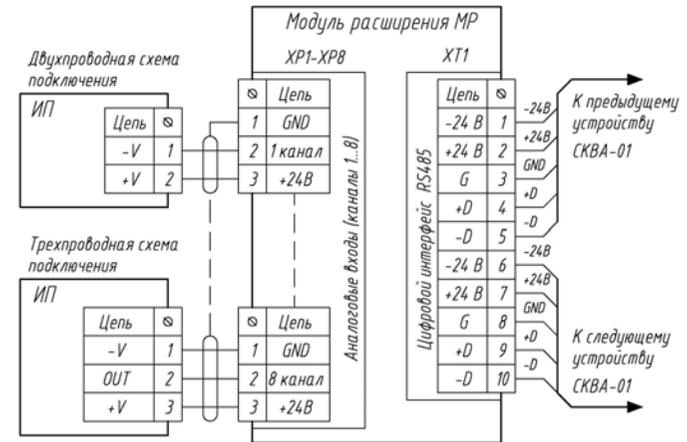

Рис.2
4.2 Подключите строго по схеме подключения рис.2.
4.3 Подключение ИП к MP и объединение MP с другими устройствами по интерфейсу RS485 выполняется по схеме рис.2 в следующем порядке:
- Подключите жилы кабелей к разъемам (ХР1-ХР16) в порядке, указанном в проектной документации и в соответствии со схемой рис.2. Подключение ИП к МР выполняется по схеме рис.2 (полярность подключения кабеля в случае двухпроводной схемы значения не имеет).